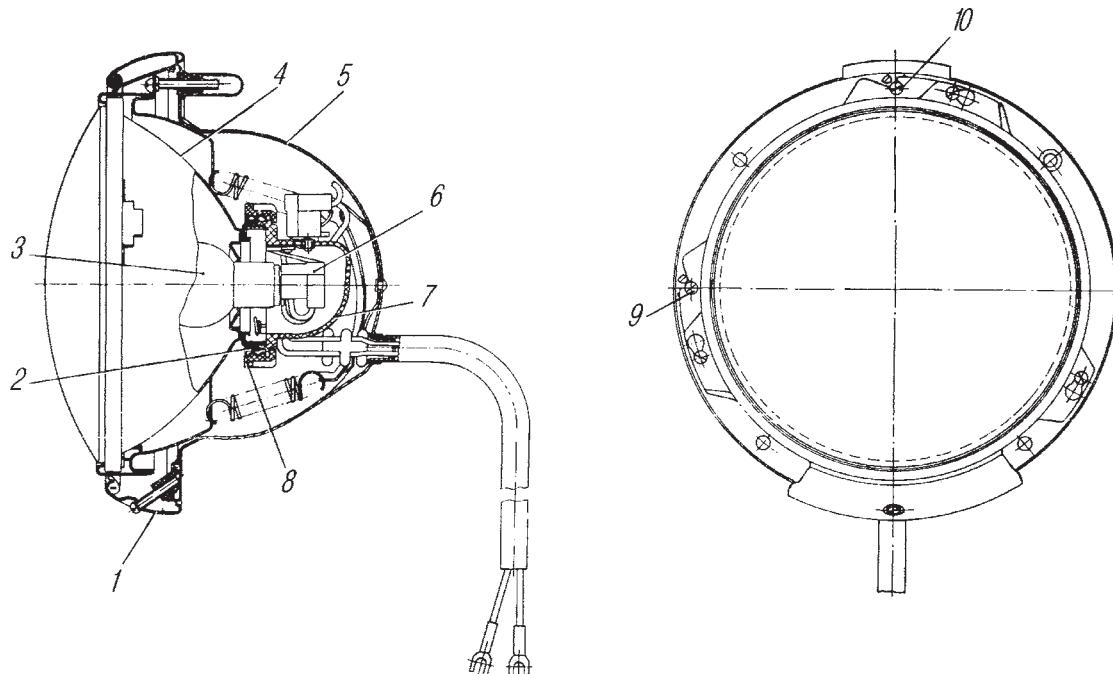

Рис. 93. Фара 401.3711 (671.3711):
**Фары.** Направление света фар регулируется двумя винтами, помещенными под ободком фары. Винт 10 (рис. 93) предназначен для регулирования направления света в вертикальной плоскости (вверх и вниз), а винт 9 — в горизонтальной плоскости (вправо и влево).